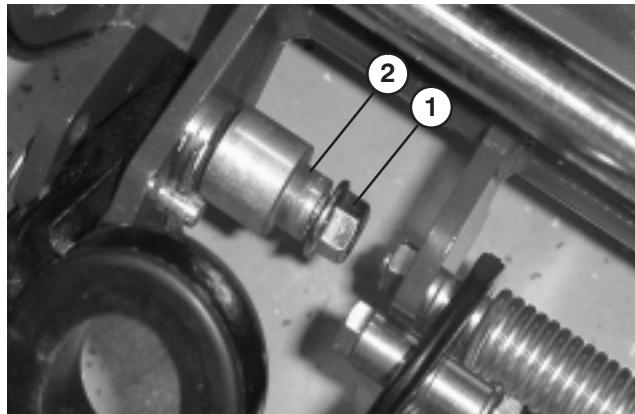

Bild 3
1. Nehmen Sie die Sicherungsbundmutter von der Kopfschraube und dem Schwenkstift an jeder Seite des Rasenmähers ab (Bild 3).